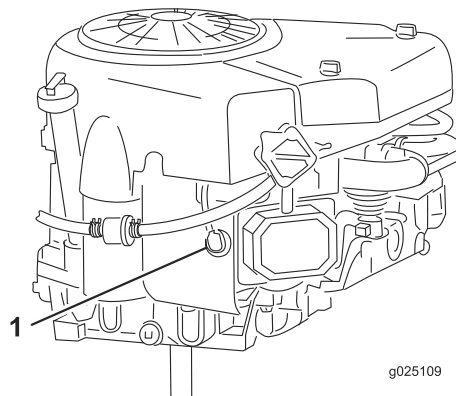

Figura 28
- Scollegate il cappello dalla candela (Figura 28).
- Togliete la candela e la rondella metallica (Figura 28).
- Collegate il cappello alla candela (Figura 28).